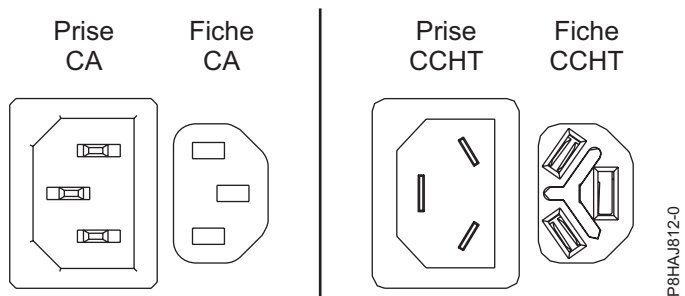
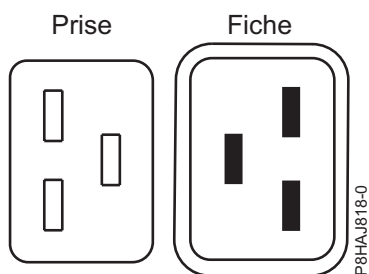
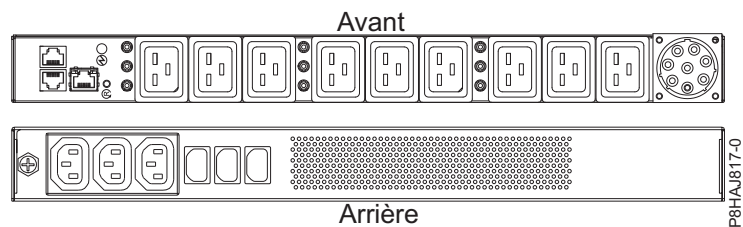

Figure 34. Connecteurs CA et CCHT
Figure 35. Connecteurs pour le système 8408-44E
Figure 36. Unité d'alimentation pour le système 8408-44E
La figure 34, à la page 51 représente les connecteurs pour courant alternatif (CA) et courant continu haute tension (CCHT) pris en charge. Les figure 35, à la page 51 et figure 36, à la page 51 illustrent les connecteurs et l'unité d'alimentation (PDU) pris en charge pour le système 8408-44E.